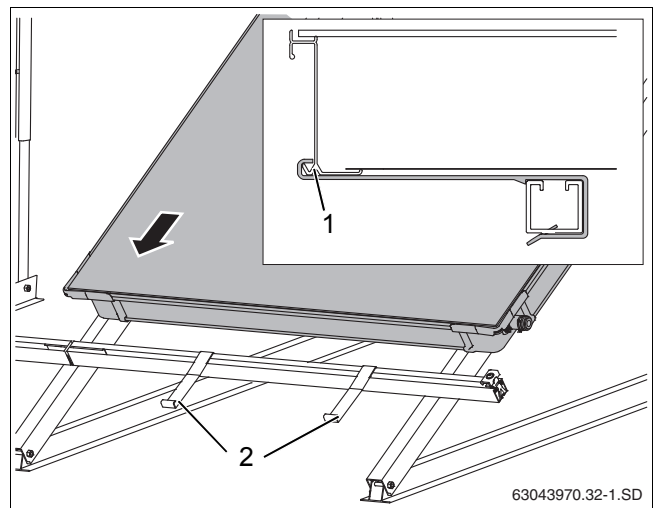

Рис. 45 Установка первого коллектора на профильные рейки
- ▶ Уложите первый коллектор на профильные рейки. Коллектор должен встать в крепления от сползания (рис. 45, [2]) (рис. 45).
Нижний край коллектора должен войти в крепление от сползания (рис. 45, [1]).